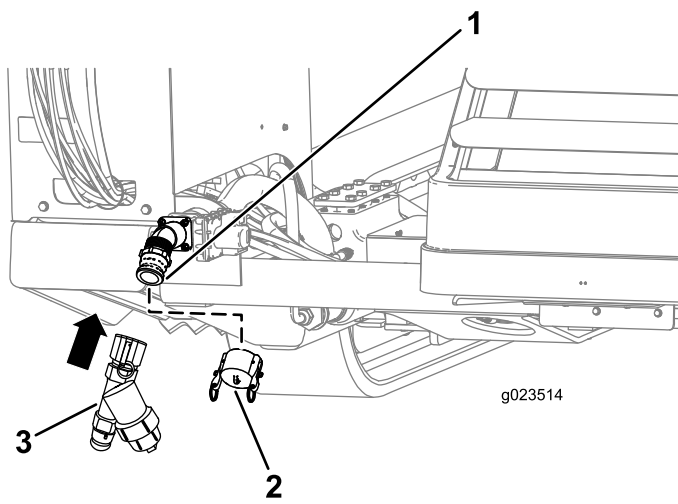

Рисунок 46
1. Снимите впускную крышку насоса (Рисунок 46).
2. Совместите Y-образный сетчатый фильтр с резьбой на насосе (Рисунок 46).